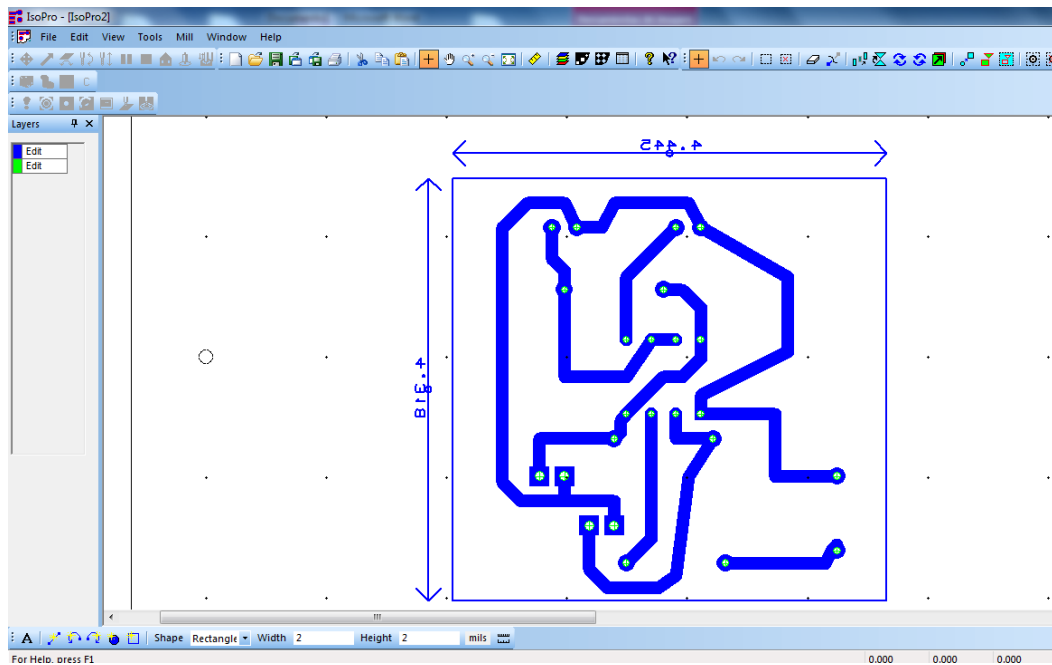

Figura 47. Pistas del circuito.
8. Automáticamente aparecerán las pistas del circuito importado. Como se muestra en la figura 47.